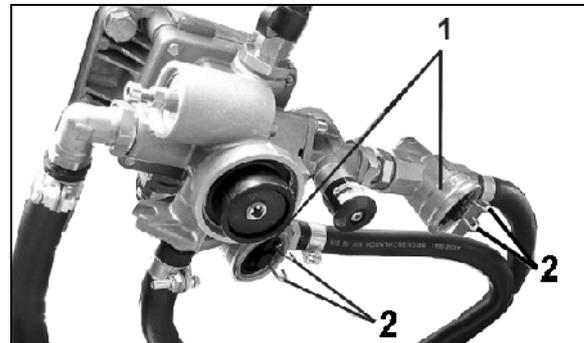

Fig. 73
Nettoyez les deux filtres de conduite (Fig. 73/1) tous les 3 mois (plus souvent si les conditions d'utilisation sont extrêmes). Pour ce faire :
1. Comprimez les deux pattes de fixation (Fig. 73/2) et retirez l'élément d'obturation avec le joint torique, le ressort de pression et la garniture du filtre.